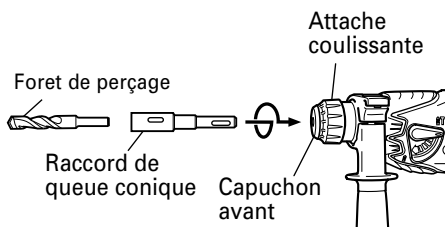
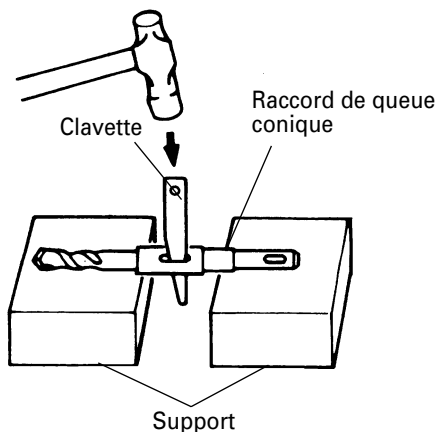

Fig. 23
Fig. 24
- (1) Monter le raccord de queue conique sur le perforateur percussion (Fig. 23)
- (2) Fixer la mèche (queue conique) sur la raccord de queue conique. (Fig. 23)
- (3) Mettre l'interrupteur sur la position de marche (ON) et percez un trou de la profondeur voulue.
- (4) Pour retirer la mèche (queue conique), introduire la clavette dans la fente du raccord de queue conique et frapper la tête de la clavette avec un marteau alors que le perforateur percussion est placée sur le support. (Fig. 24)